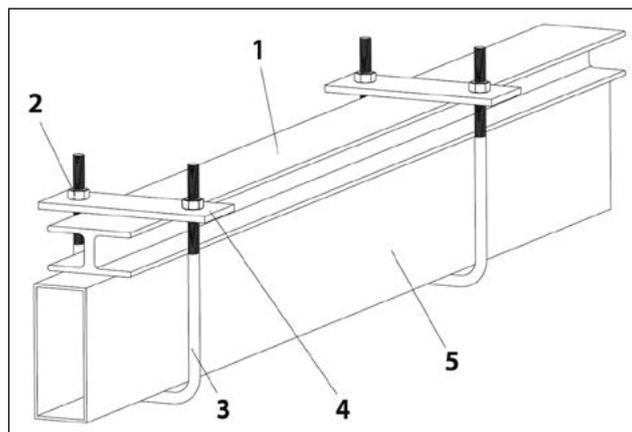

Figura 5-7-1
1. Conforme mostrado na Figura 5-7-1, coloque a viga de aço tipo I [1] no plano superior da viga do chassi [5].